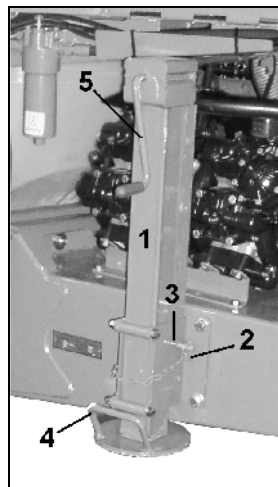

Fig. 39
- Lyft upp stödbenet vid arbete eller transportkörning (Fig. 39).
- Ta av låssprinten (Fig. 39/2).
- Dra ut sprinten (Fig. 39/3).
- Lyft upp/ned stödbenet i handtaget (Fig. 39/4).
- Veva upp/ned stödbenet ytterligare med veven (Fig. 39/5).